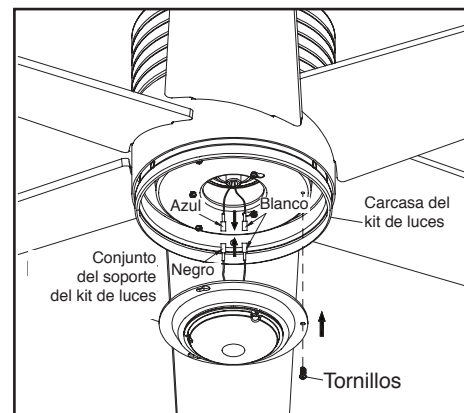

Figura 16
3. Quita un tornillo de la carcasa del kit de luces y afloja, pero no quites, los otros dos. Conecta los cables del conjunto del soporte del kit de luces a los cables del conjunto motor-ventilador uniendo los enchufes moldeados del adaptador. Coloca con cuidado todos los cables y empalmes dentro de la caja del interruptor. (Figura 16)
de los dos tornillos aflojados encajen en las ranuras tipo ojo de cerradura. Gira el conjunto del soporte del kit de luces hacia la derecha y aprieta los tornillos. Vuelve a instalar el tornillo que retiraste en el paso 3 y apriétalo firmemente. (Figura 16)